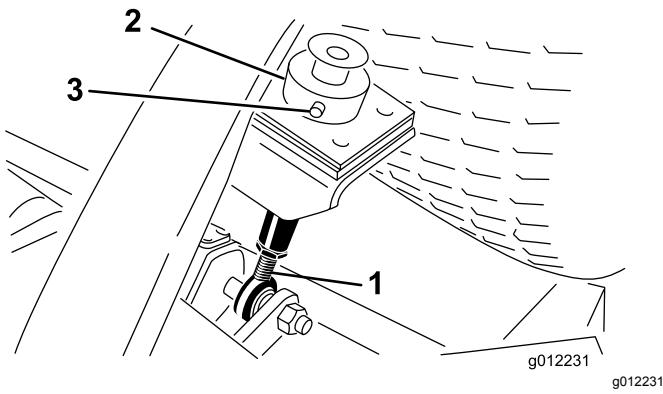
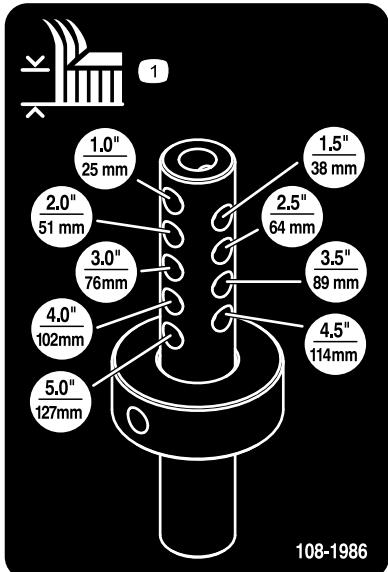

Figura 8
Figura 9
5. Rimuovete la coppiglia e il perno con testa che fissano il collare dell'altezza di taglio alla relativa asta sulla parte posteriore dell'elemento di taglio (Figura 8).
6. Allineate il collare dell'altezza di taglio ai fori dell'altezza di taglio desiderata sull'asta dell'altezza di taglio (Figura 8 e Figura 9).